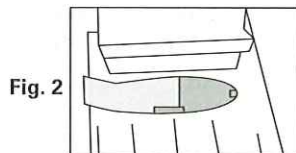

Fig. 2
2. Faire glisser la bande décorative (fig. 2).